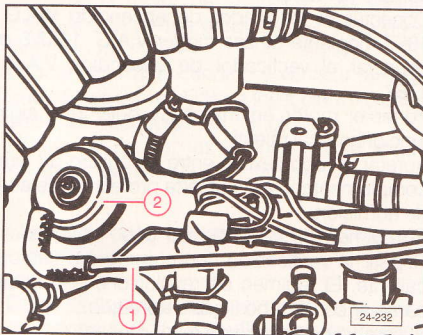

Fig. 2.114
Separar el tubo de depresión (1) del regulador de presión del combustible (2) y cerrarlo (Fig. 2.114). El porcentaje de CO debe subir durante poco tiempo, y después bajar.